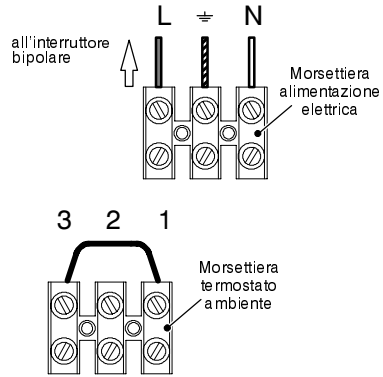

fig. 5.8
- 1 Collegare il cavo di alimentazione elettrica proveniente dall'interruttore onnipolare alla morsettiere di alimentazione elettrica della caldaia fig. 5.8 rispettando la corrispondenza della linea (filo marrone) e del neutro (filo azzurro).
Per il collegamento di un termostato ambiente servirsi della morsettiere termostato ambiente della caldaia fig. 5.8